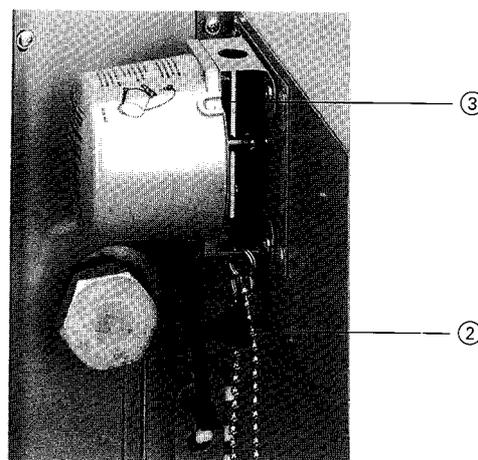

Fig. 23
7. Il nottolino di bloccaggio ② del motore della serranda gas di scarico (se prevista) **non** deve essere inserito (fig. 23). Se viene richiesto l'intervento del bruciatore tramite il termostato di regolazione, la serranda gas di scarico deve ora andare in posizione "Auf," (aperto) (la leva di azionamento manuale del motore ③ è in posizione verticale). Solo a questo punto la camma sull'albero del motore aziona un interruttore di fine corsa che dà il consenso per l'alimentazione di corrente al bruciatore. Ha inizio il processo di accensione del bruciatore che, trascorso un intervallo di sicurezza, entra in funzione.